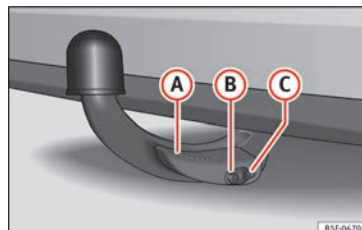

Fig. 220 Bola desmontable fijada correctamente
- La palanca (A) »» fig. 220 está totalmente levantada.
- El perno de desbloqueo (B) »» fig. 220 sobresale completamente (su parte roja y verde es visible).
- La tapa (C) »» fig. 220 está colocada sobre la cerradura.